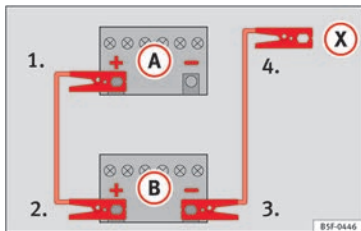

Abb. 192 Anschlusschema für Fahrzeuge ohne Start-Stopp-System.
mit der entladenen Fahrzeugbatterie (A) an » » Abb. 192.
3. Klemmen Sie das andere Ende des roten Starthilfekabels an den Pluspol (+) des stromgebenden Fahrzeugs (B) an.
4. Bei Fahrzeugen ohne Start-Stopp-System: ein Ende des schwarzen Starthilfekabels an den Massepunkt (-) des Strom gebenden Fahrzeugs (B) » » Abb. 192 anklemmen.